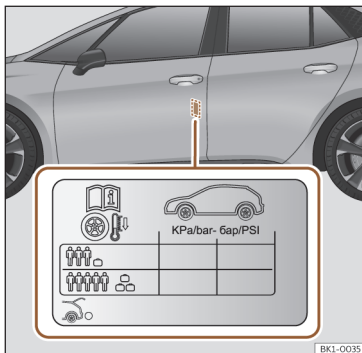

Fig. 195 Localização do autocolante da pressão de ar dos pneus.
- Adapte a pressão dos pneus à carga transportada pelo veículo >>> **Fig. 195.**
Os valores da pressão de enchimento indicam-se na etiqueta autocolante situada na zona posterior da moldura da porta dianteira esquerda >>> **Fig. 195.**
A pressão dos pneus tem de ser ajustada à carga momentânea do veículo. Se pretender utilizar o veículo com a carga máxima, terá de aumentar a pressão dos pneus para o valor máximo indicado na etiqueta >>> **Fig. 195.**
No caso de uma roda de emergência mais estreita (125/70 R16 ou 125/70 R18), encher a 4,2 bar de pressão segundo indicado na etiqueta de pressão dos pneus >>> **Fig. 195.**
- O condutor é responsável por garantir que todos os pneus do veículo estejam cheios com a pressão correta. A pressão de ar recomendada é indicada num autocolante >>> Fig. 195.
- Com os pneus a frio, deverá manter-se sempre a pressão indicada no autocolante >>> Fig. 195.